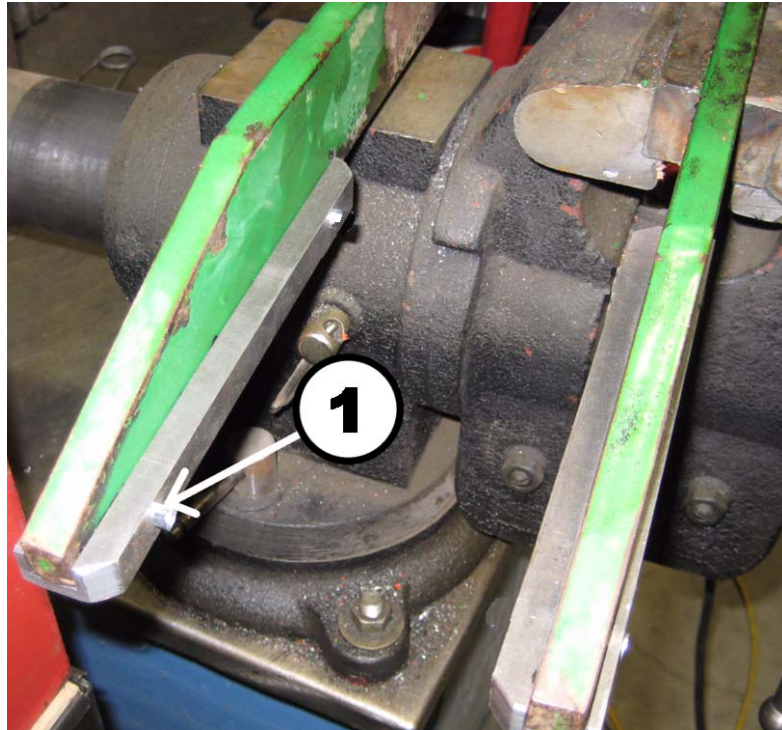

Figura 2. Instalación de los pasadores huecos
Instalar cuatro (4) pasadores huecos 64247 a través de las extensiones y dedos como se indica en la Figura 2.